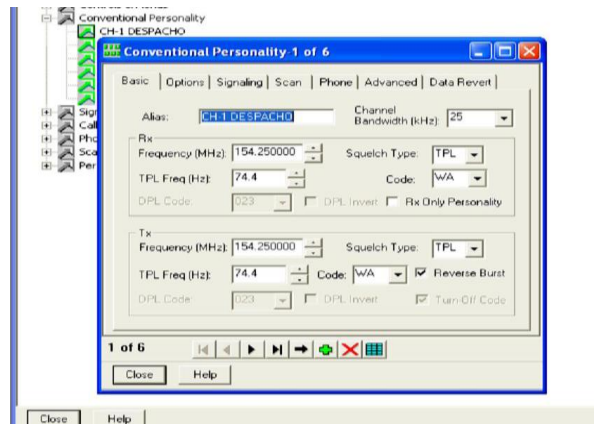

Figura 3.7 Modificando Tx Rx.
6. En esta pantalla podemos modificar frecuencias en RX y TX, sub-tonos, ancho de banda, etc ver Figura 3.7 .